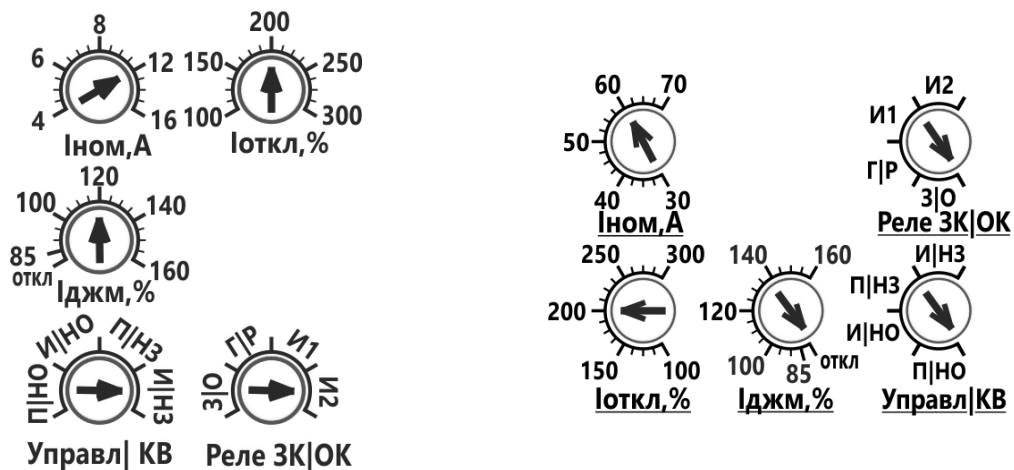

Рисунок 5 – Органы настройки БСТ2-А3
1.9.1 Для настройки параметров работы используются 5 потенциометров (см. рис.5).